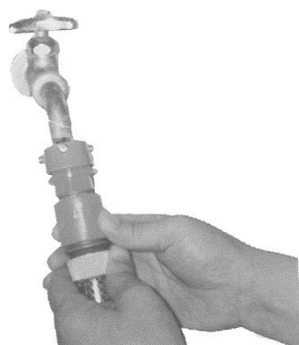

図 2
- ② 万能口金を蛇口へ取り付けてから、緑色の厚紙を引き抜き、万能口金のニップルを下から固く締め付けます。
- ③ ホースコネクターを万能口金に差し込みます（図 2 参照）。